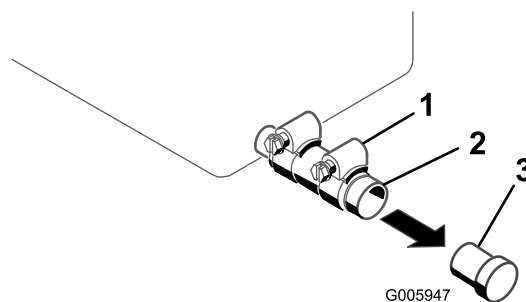

Figure 30
4. Placez un bac de vidange sous le tube de vidange (Figure 30).
5. Desserrez le collier et enlevez le bouchon (Figure 30).